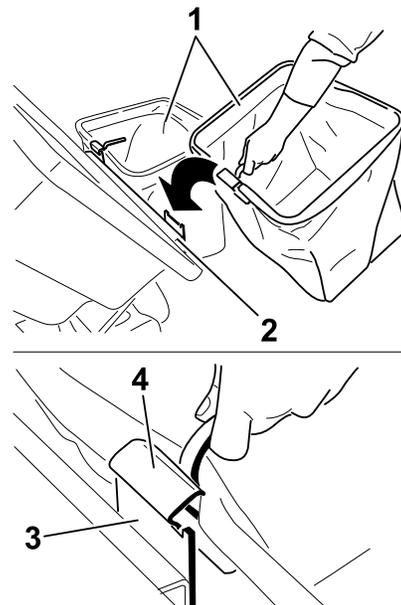

Bild 24
7. Heben Sie die Abdeckung des Heckfangsystems an und setzen Sie die Grasfangkörbe ein. Schieben Sie die Korbhaken auf die Befestigungshalterungen (Bild 24).